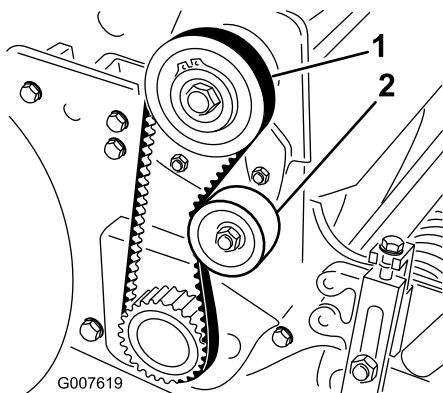

Рисунок 42
2. Проверьте натяжение, приложив к ремню посередине между шкивами (Рисунок 42) усилие 18–22 Н. Отклонение ремня должно составлять 6 мм.
- A. Отпустите гайку крепления натяжного ролика и поджимайте натяжной ролик по часовой стрелке к обратной стороне ремня, пока не будет получено требуемое натяжение ремня (Рисунок 42).